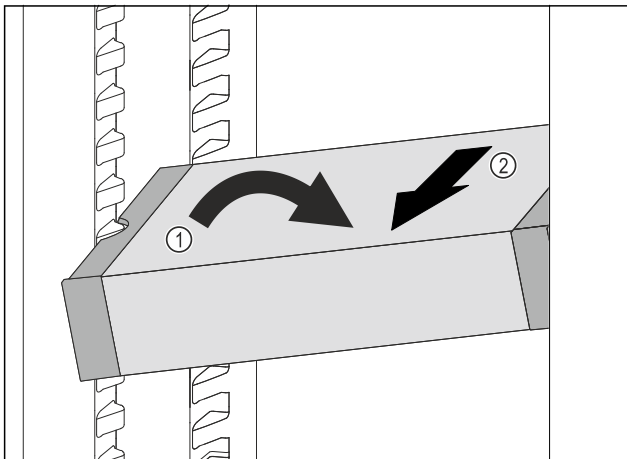

Fig. 207
- Incliner le VarioSafe dans la partie réfrigérateur. Fig. 207 (1)
- Sortir le tiroir VarioSafe par l'avant. Fig. 207 (2)